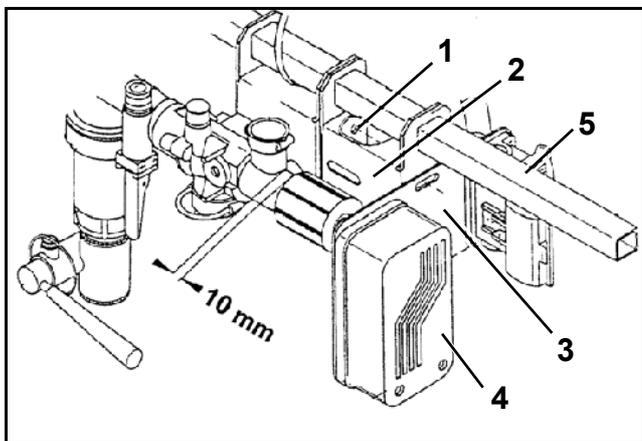

Fig. 29
- Retirez la vis d'assemblage (Fig. 29/ 1) du support du régulateur (Fig. 29/ 2).
- Déplacez vers la droite, le long de la glissière (Fig. 29/ 3), le support du régulateur avec le flasque (Fig. 29/ 5) de fixation du moteur électrique (Fig. 29/ 4), jusqu'à ce que le moteur électrique et la vis du régulateur soient désolidarisés.